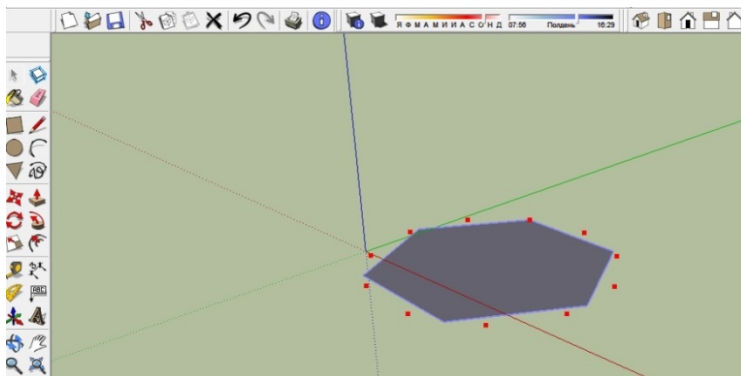

Рисунок 7.15
- «Розділити» - дозволяє розділити багатокутник на будь-яку кількість рівних сегментів. Для цього після вибору опції на багатокутнику з'являються червоні точки, що відповідають кінцям відрізків розбиття. Переміщенням миші уздовж лінії зменшуємо або збільшуємо їх кількість. При цьому з'явиться віконець із текстовою підказкою по поточній кількості сегментів і їх довжині (рис. 7.15). Клацаємо лівою кнопкою миші в потрібний момент або натискаємо клавішу «Enter» для завершення.